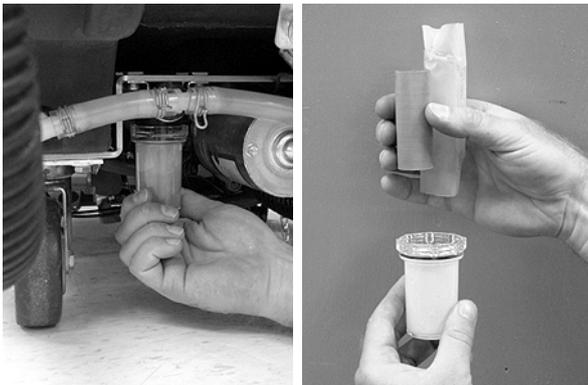

ABB. 38
1. Entfernen Sie den Frischwassertank-Filter unter der Maschine und spülen Sie die Filterflächen ab. Achten Sie darauf, dass der Frischwassertank leer ist, bevor Sie den Filter entfernen (Abbildung 38).